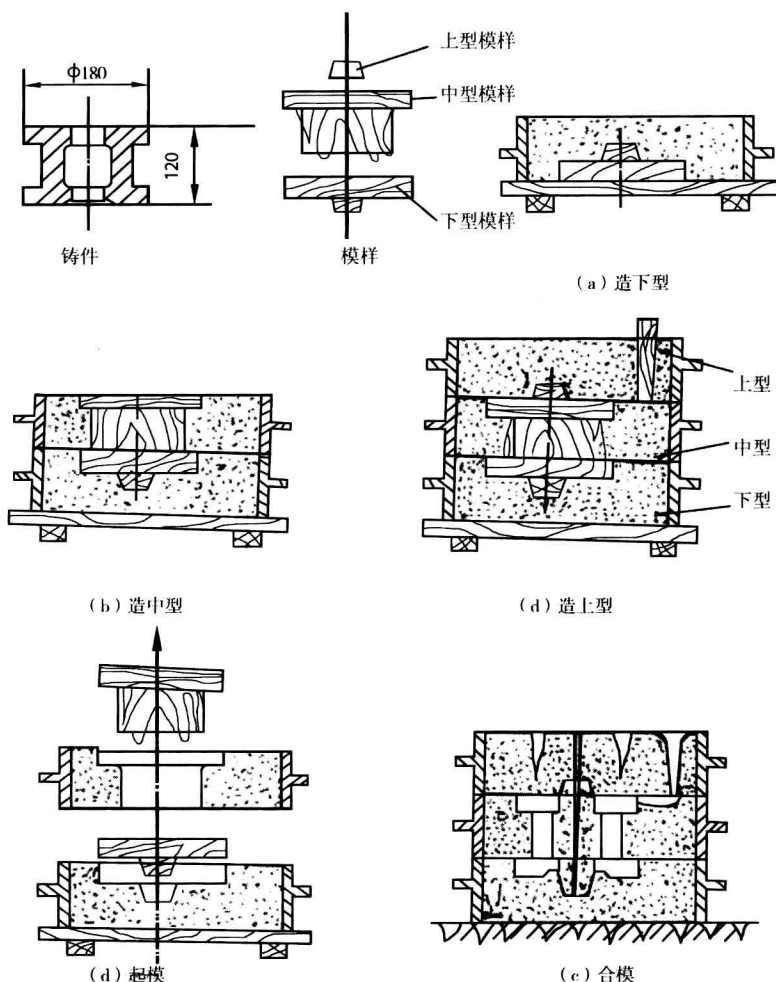

图 2-5 皮带轮的三箱造型过程
(5)三箱造型如图 2-5 所示,是一个皮带轮工件的三箱造型操作步骤。